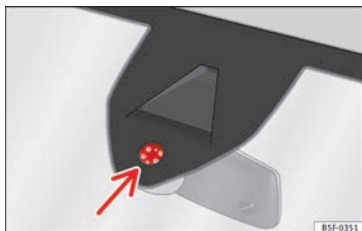

Abb. 144 Sensitive Fläche des Regensensors.
Mögliche Ursachen für Störungen und Fehlinterpretationen *im Bereich der sensiblen Fläche* » **Abb. 144** des Regensensors sind u. a.:
- Sensitive Fläche des Regensensors regelmäßig reinigen und Wischerblätter auf Beschädigungen prüfen » Abb. 144 (Pfeil).